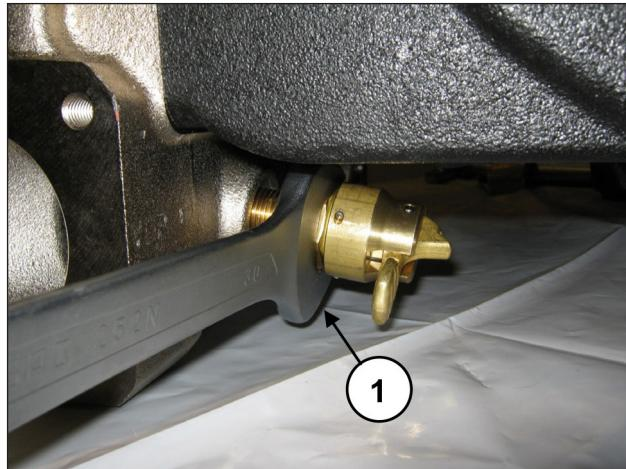

图 141
拧松阀门打开装置, 可使用30毫米的扳手(位置①, 图 141)。